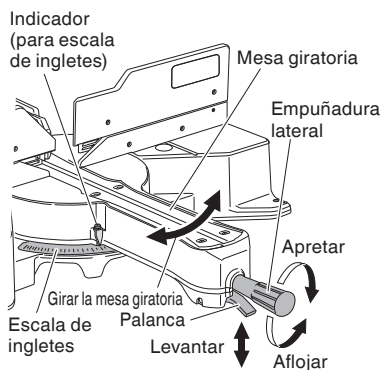
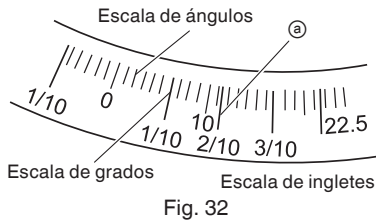

Fig. 31
Fig. 32
- (1) Afloje la empuñadura lateral y tire hacia arriba de la palanca para los topes de ángulo. Luego, ajuste la mesa giratoria hasta que el indicador se alinee con el ajuste deseado de la escala de ángulos de inglete (Fig. 31).
- (2) Vuelva a apretar la empuñadura lateral para asegurar la mesa giratoria en la posición deseada.
- (3) La escala de ingletes (Fig. 32) indica tanto el ángulo de corte de la escala de ángulos como el gradiente en la escala de ángulos.
- (4) El gradiente, que es la proporción de la altura hasta la base de la sección triangular a extraerse, puede utilizarse para el ajuste de la escala de ingletes en vez del ángulo de corte, si así se desea (consulte la Fig. 32).
- (5) Por lo tanto, para cortar una pieza de trabajo con un grado de 2/10, ajuste el indicador \textcircled{a} la posición a como se indica en la Fig. 32.